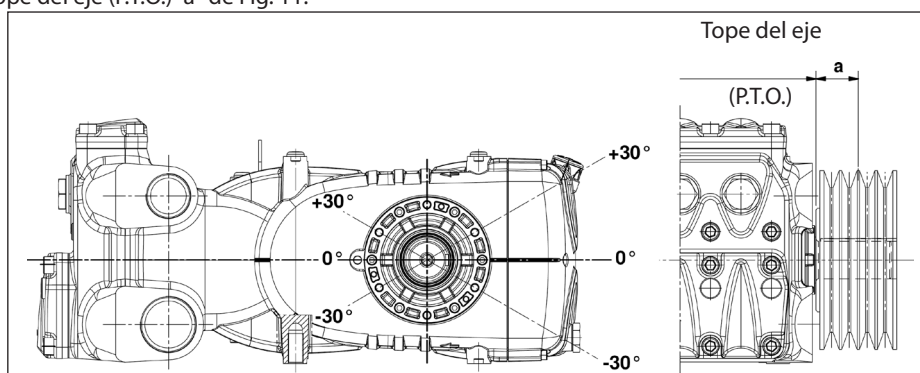

Fig. 11
La transmisión es considerada adecuada si tal carga es aplicada a una distancia máxima $a = 40$ mm del tope del eje (P.T.O) como se indica en la Fig. 11.
- b) Utilizar correas de alto rendimiento –por ejemplo **XPB** en lugar de **SPB**– ya que resultará necesario una cantidad inferior de correas en paridad de potencia transmitida y una consecuente distancia inferior de la resultante con respecto al tope del eje (P.T.O.) “a” de Fig. 11.
- e) Seguir la dirección del tiro de la correa como se indica en la Fig. 11 para exigencias diferentes ponerse en contacto con la **Oficina Técnica** o el **Servicio de Asistencia al Cliente**.